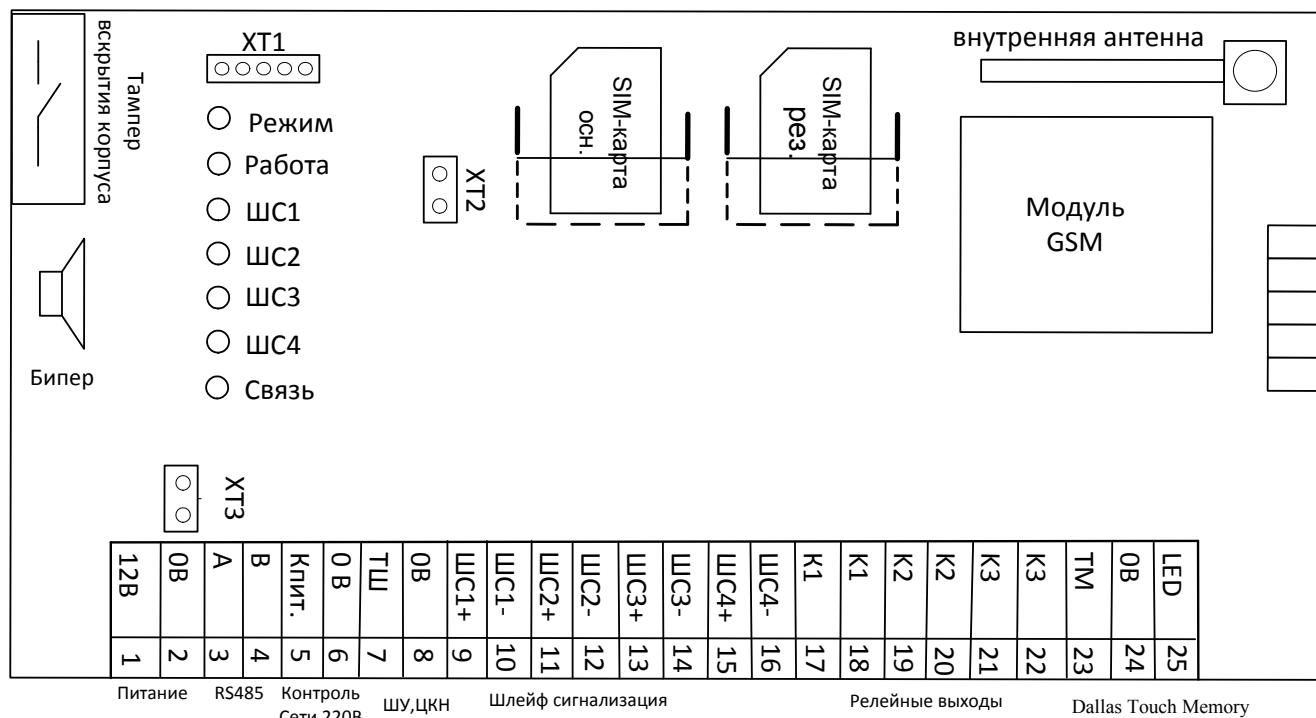

Рисунок 1. Блок схема «УО-4С»
- снять перемычку ХР2 (см. рисунок 1). В остальных случаях должна быть установлена